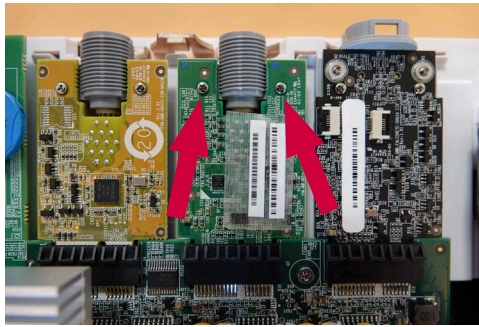

Figura 16 Remover os parafusos na placa VDI a ser substituída
Utilize a chave de fendas para desapertar os dois parafusos que seguram a placa VDI (Figura 16)
d) Insira e aperte os dois parafusos (força máx. de 0,2 Nm) que seguram a placa VDI no sítio (Figura 16)